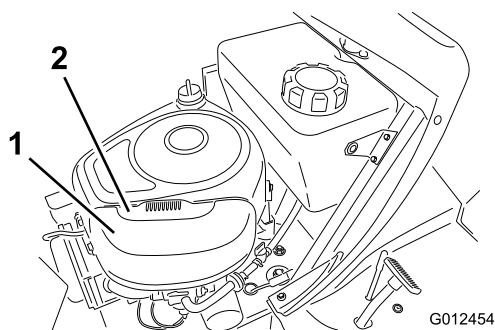

Figure 22
2. Tirez la poignée du couvercle du filtre à air et tournez-la vers le moteur (Figure 22).